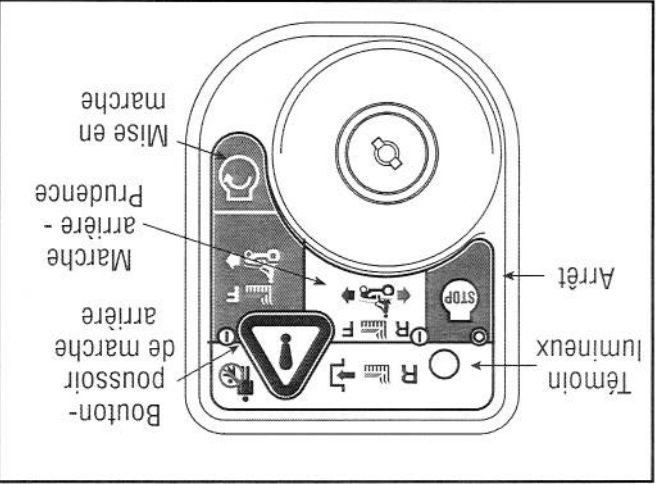

Figure 9
2. Déplacez la clé de la position « **NORMAL MOWING** » (Verte) (Tonte normale) à la position « **REVERSE CAUTION MODE** » (Jaune) (Marche arrière - Prudence). Voir la Figure 9.
3. Appuyez sur le **BOUTON-POUSOIR DE MARCHÉ ARRIÈRE** (Bouton triangulaire orange) dans le coin supérieur droit du module d'allumage. Le témoin lumineux rouge dans le coin supérieur gauche s'allume quand la marche arrière est embrayée. Voir la Figure 9.